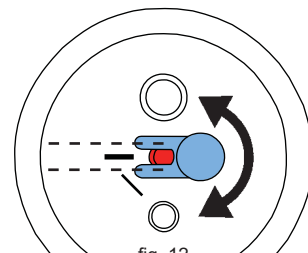

fig. 12
- ¡En depósitos de chorreado de 25-70µm, debe ajustarse la boquilla dosificadora (fig.12)!